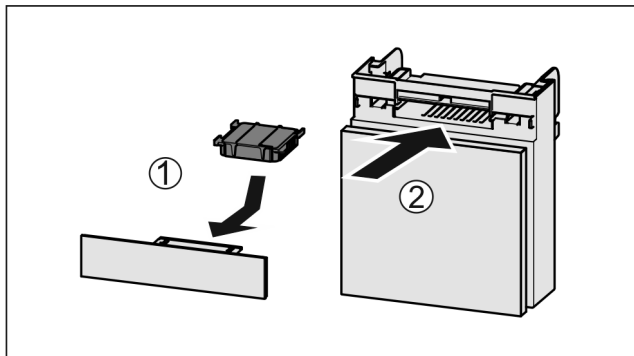

Fig. 87
- ▶ Поставете Fig. 87 (1) филтъра с активен въглен, както е показано на фигурата.
- ▶ Вкарайте Fig. 87 (2) отделението.